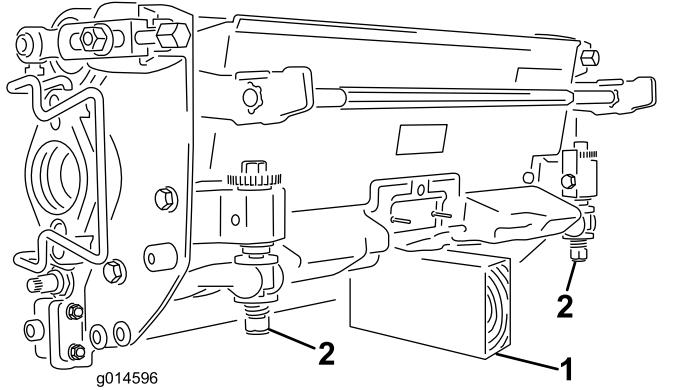

Bild 9
**Wichtig:** Wenn Sie das Mähwerk kippen müssen, um das Untermesser bzw. die Spindel zugänglich zu machen, stützen Sie das Heck des Mähwerks ab, um sicherzustellen, dass die Muttern hinten an den Einstellschrauben des Untermesserträgers nicht auf der Arbeitsfläche aufliegen (Bild 9).